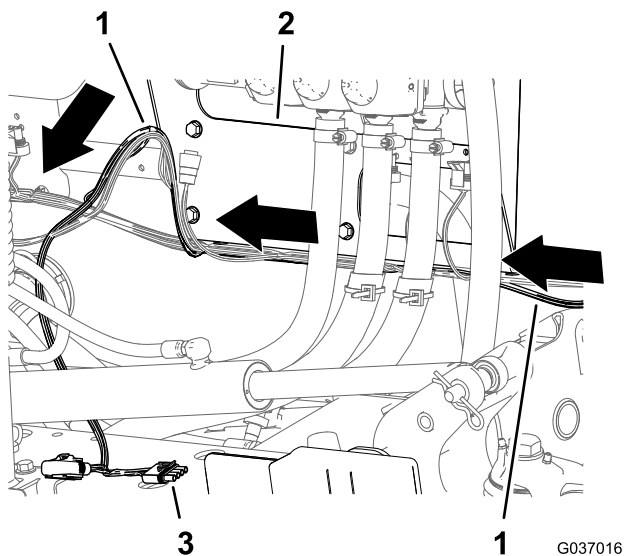

Figura 37
- 3. Enrute el arnés de cables por el soporte de las válvulas de los brazos (Figura 37).